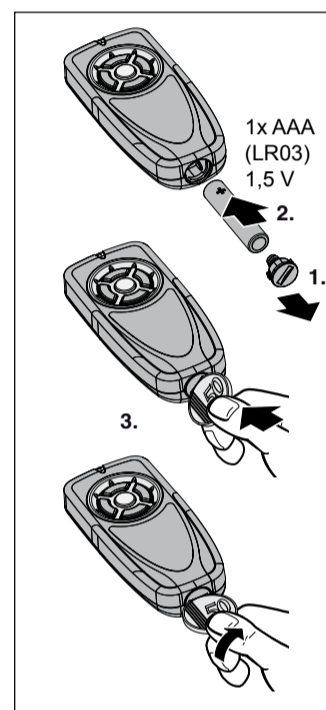

Fig. 2
3.1 Change / insert battery (Fig. 2)
3.1 Introduction / Changement de la pile (fig. 2)